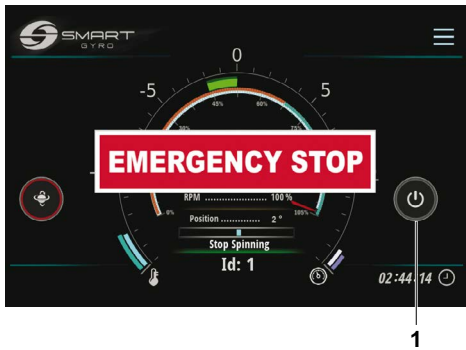

Abbildung 12
2. Halten Sie das Stromsymbol (EIN/AUS) (Abbildung 12, (1)) etwa 3 Sekunden lang gedrückt.
- Wenn eine Notabschaltung durchgeführt wird, blinkt das Pop-up-Fenster „EMERGENCY STOP“ (Abbildung 12) auf der Anzeige.